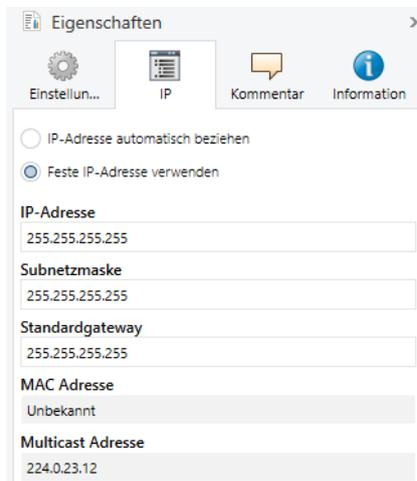

Abbildung 27: IP-Einstellungen
3. Die zur Verfügung stehenden Auswahlmöglichkeiten finden Sie in Abbildung 27 und in der Tabelle 12 "Einstellungen zur manuellen IP-Adressen-Eingabe oder zum automatischen Bezug" auf S. 40.